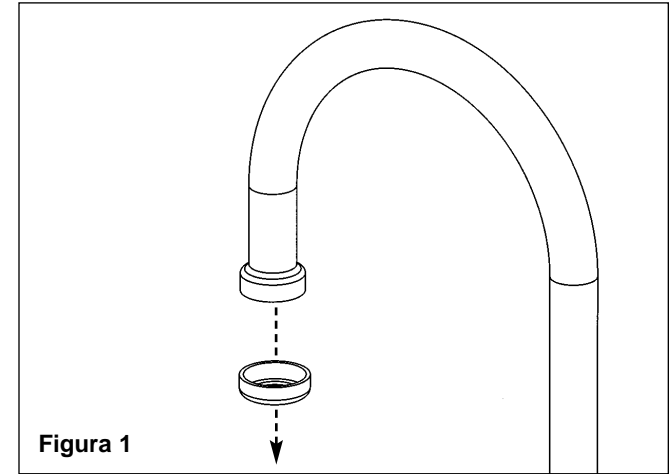

Figura 1
1. Extraer el aireador existente del grifo (ver la figura 1).